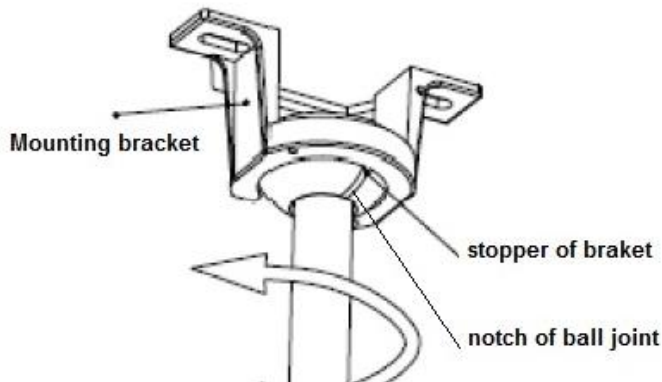

Fig. 7
- Til de ventilator op de montagebeugel. Fig. 7